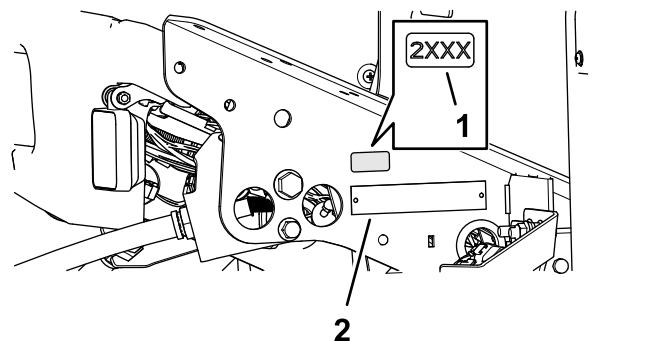

Figure 6
1. Avec de l'alcool à friction et un chiffon propre, nettoyez le support de plancher près de la plaque du numéro de série et laissez sécher le support (Figure 6).